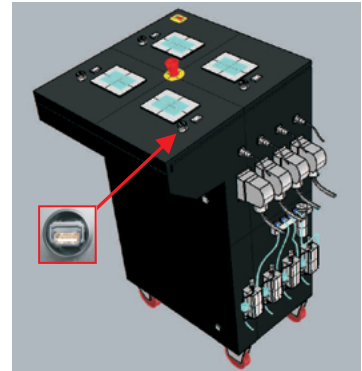

ABB. 1
7. Den USB-Stick in die dafür vorgesehene Buchse der Steuereinheit stecken (ABB. 1).